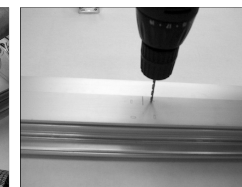

Fig. 3
Fig. 3 bis
- C. Forare con apposita punta da trapano il serramento e montare la staffa porta motore assicurandosi di serrare bene le viti (Fig. 3 e Fig. 3bis).